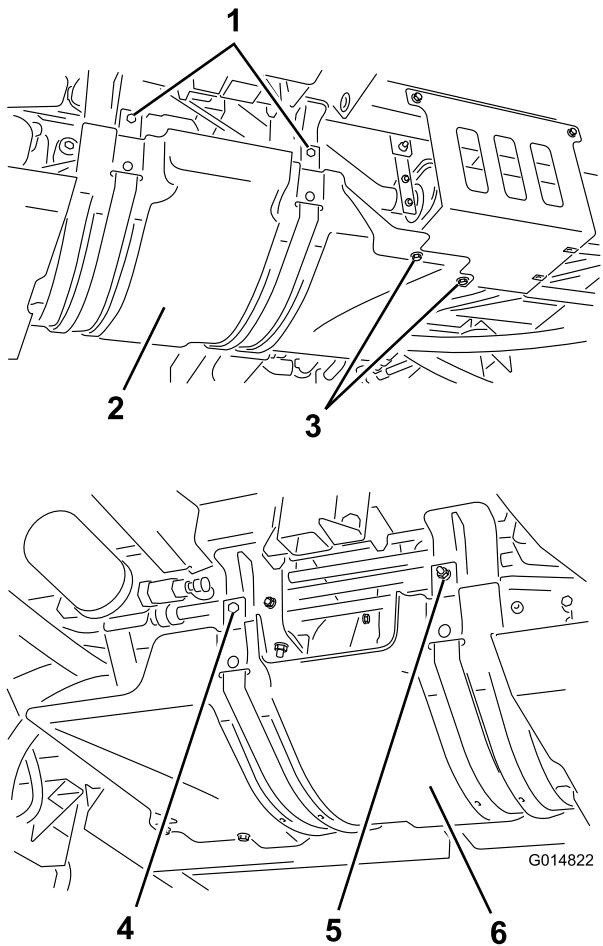

Figure 4
2. Fixez le pare-chaleur et les sangles aux supports du moteur avec 2 boulons à tête hex. (5/16 x 1-1/4"), un boulon de carrosserie, un boulon à tête hex. (5/16 x 2-1/2") et 4 écrous à embase, comme illustré à la Figure 4.
**Remarque:** Ces boulons remplacent les boulons existants de la machine (Figure 4).